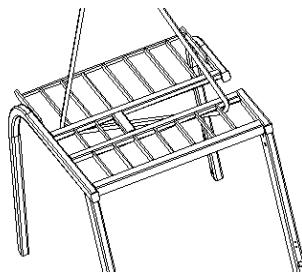

Рисунок 2-22
(2) Места крепления защитного ограждения представлены на Рис. 2-22